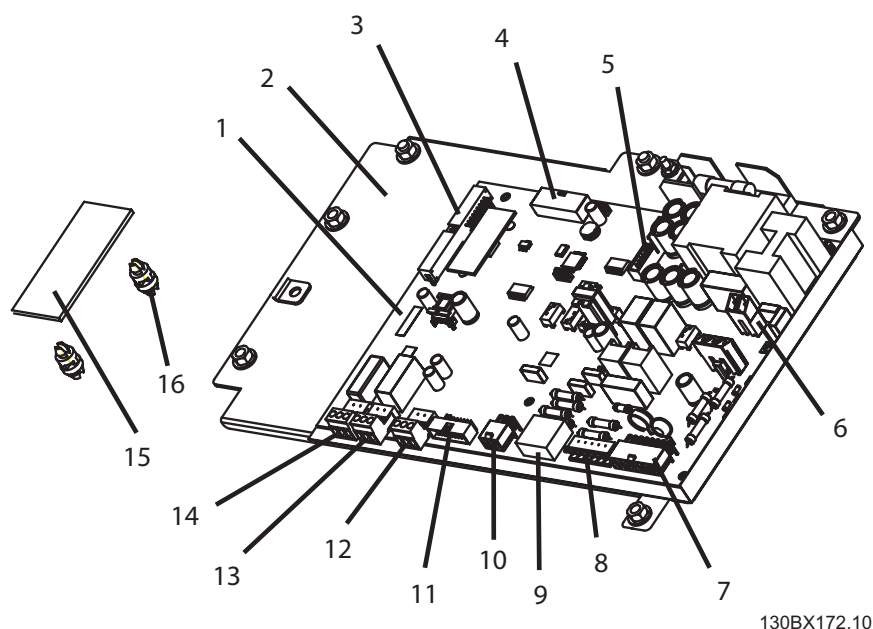

Abbildung 7.2: Leistungskarte und Montageplatte
3. Zum Ausbau der Leistungskartenmontageplatte bei befestigter Leistungskarte Anschlüsse MK100, MK102, MK105, MK106, MK107 und MK109 abziehen (siehe Abbildung 7.2).